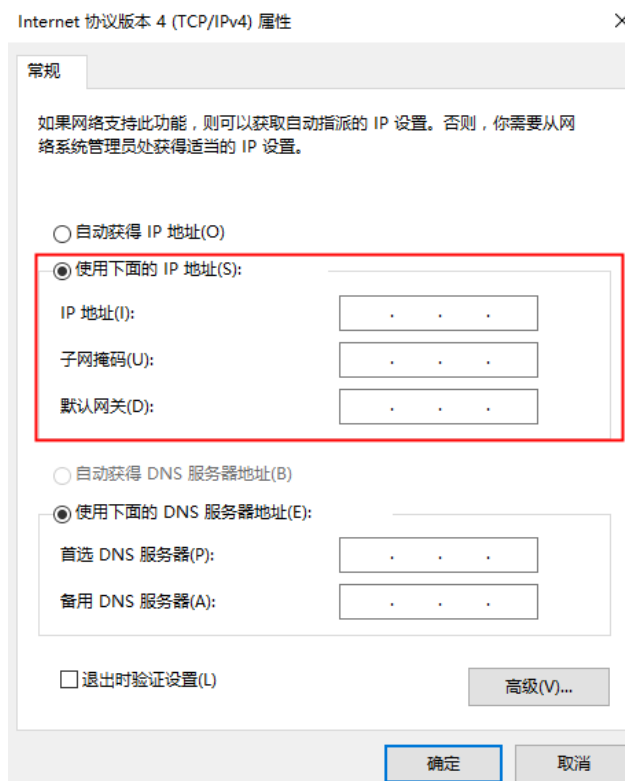

图 5.10 IP 地址修改示意图
- 步骤 6 在“Internet协议版本4（TCP/IPv4）属性”页面选择“使用下面的IP地址”，修改PC机的IP地址、子网掩码以及默认网关，如所图 5.10示。